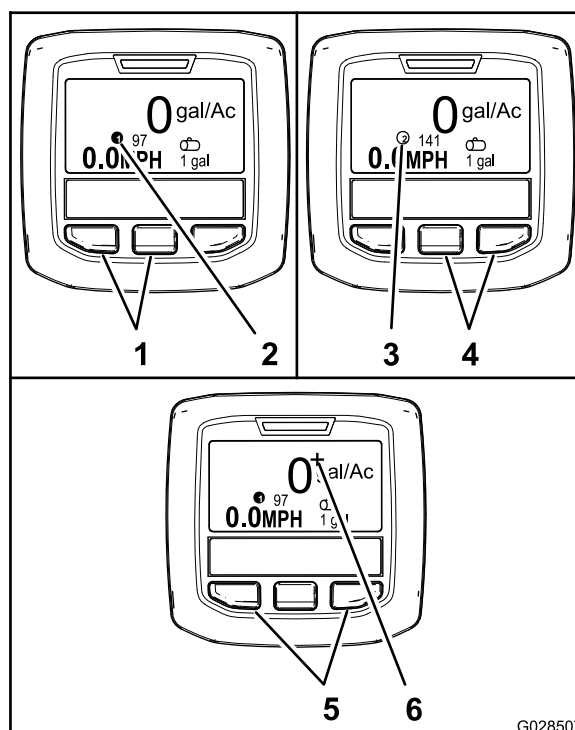

Рисунок 66
- Чтобы выбрать норму внесения 1, нажмите две кнопки слева на дисплее инфо-центра (Рисунок 66).
**Примечание:** Появится значок ①.
- Чтобы выбрать норму внесения 2 (норма внесения), нажмите две кнопки справа (Рисунок 66).
**Примечание:** Появится значок ②.
- Для кратковременного увеличения нормы внесения нажмите и удерживайте нажатыми 2 крайние кнопки (Рисунок 66).